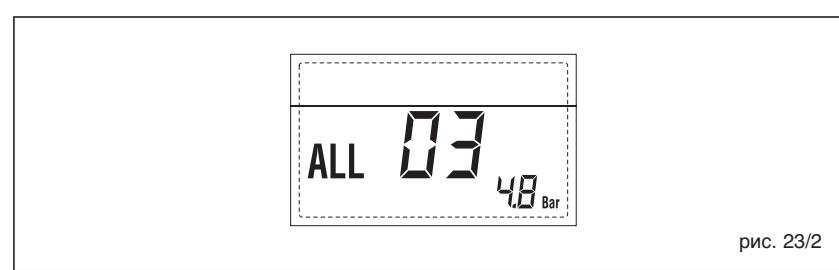

рис. 23/2
- **НЕПОЛАДКА - ВЫСОКОЕ ДАВЛЕНИЕ ВОДЫ, "TREB. 03"** (рис. 23/2)